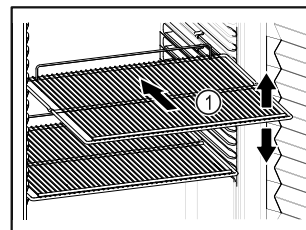

Fig. 53
- Ha a tároló rácsok Fig. 53 (1) áthelyezhetőek, akkor igazítsa be őket a kívánt magasságnak megfelelően.